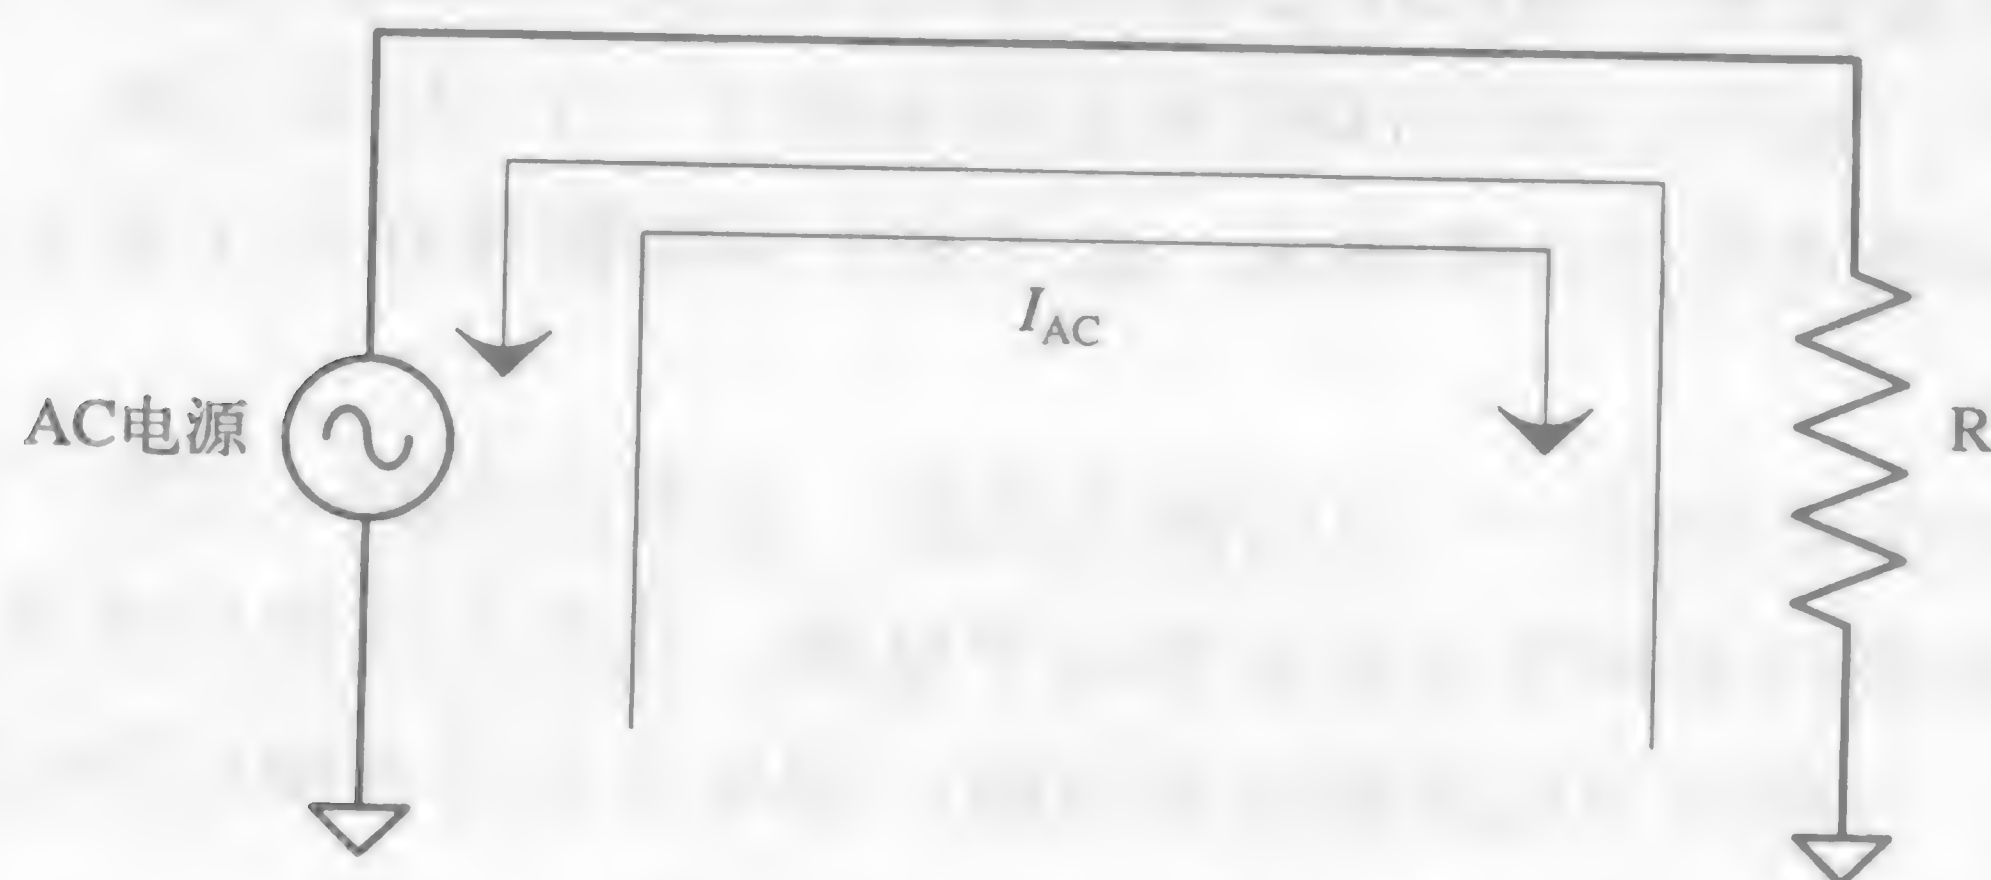

图2-29 AC电压源和电流源
- 在电路原理图中，我们用带圈的正弦波符号来表示AC电源，如图2-29所示。